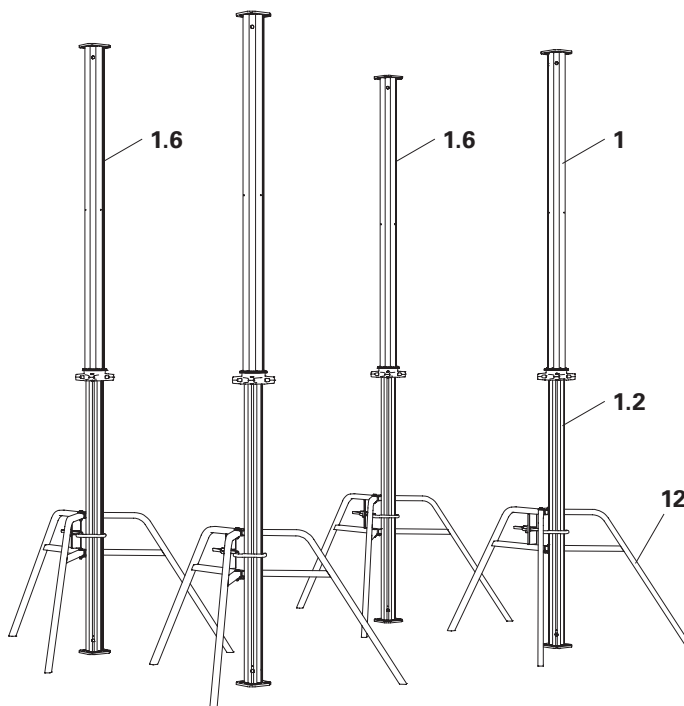
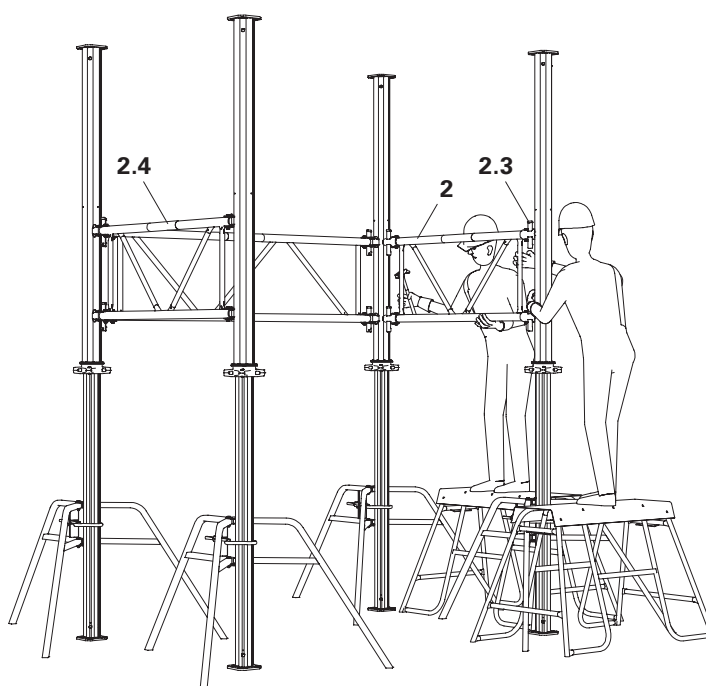

Fig. A4.01
Fig. A4.02
1. Allestire i MULTIPROP MP (1):
- Utilizzare treppiedi universali Ø57-120 mm (12) come ausili.
- Posizionare i MULTIPROP MP (1) con interasse corrispondente ai telai MP MRK (2).
- Metro a nastro (1.6) rivolto verso l'interno. (Fig. A4.01)
2. Montare i telai MP MRK (2), vedere Capitolo „A3 Montaggio in orizzontale“ a pagina 24:
- Posizionare i telai MP MRK (2) nei punti previsti, consultando il progetto o l'omologazione.
- Battere a fondo i cunei (2.3) dall'alto verso il basso. (Fig. A4.02)